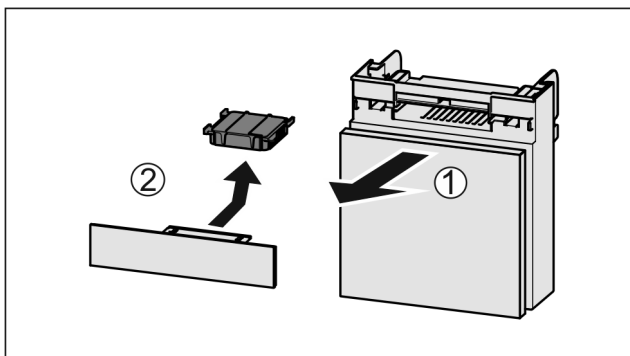

Fig. 225
- Lade vanaf de voorkant eruit trekken Fig. 225 (1).
- Actiefkoolfilter verwijderen Fig. 225 (2).